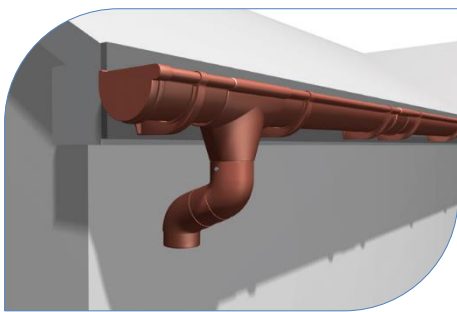

Рис. 19
4.1 На даху з карнизом з'єднайте лійку з водостічної трубою за допомогою двох колін і підрізаним на необхідну довжину відрізком труби (рис. 19)